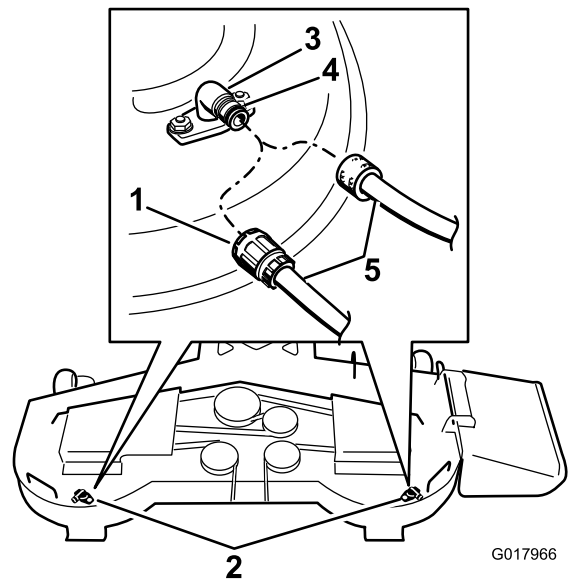

Figura 76
3. Coloque união da mangueira na extremidade de limpeza do cortador e ligue a água em elevado (Figura 76).